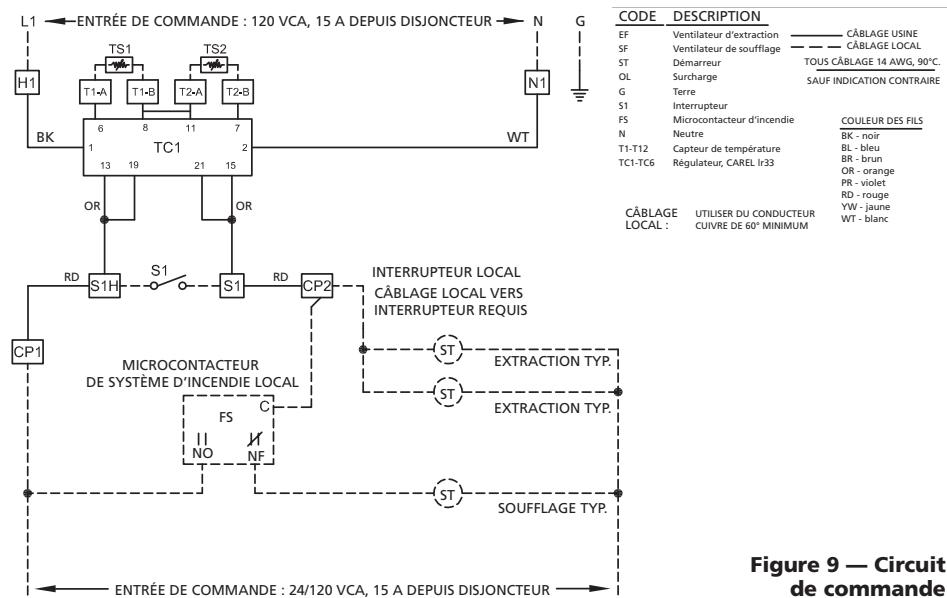

Figure 9 — Circuit de commande
- Raccorder le circuit de commande d'asservissement standard, voir Figure 9.